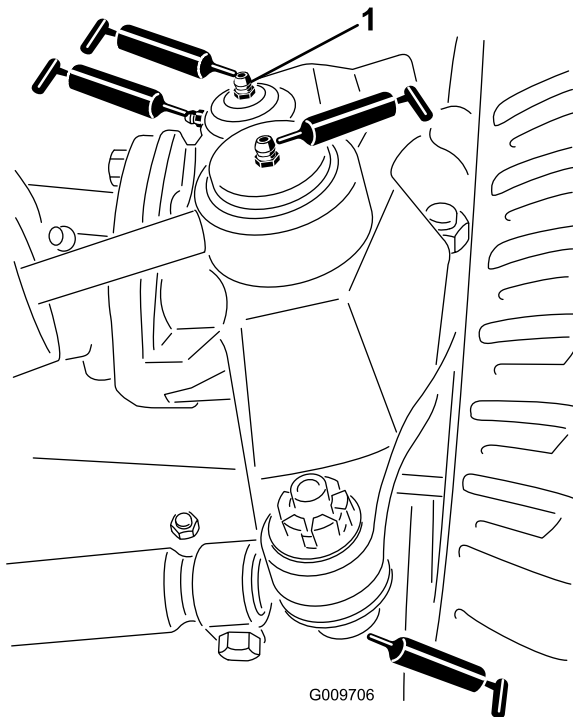

Figura 69
- Giunti sferici (2) del cilindro di sterzo (**Figura 69**)
- Giunti sferici (2) del tirante (**Figura 69**)
- Boccole (2) del perno del fuso a snodo (**Figura 69**). **Il raccordo superiore sul perno del fuso a snodo richiede soltanto una lubrificazione annuale (2 pompate).**